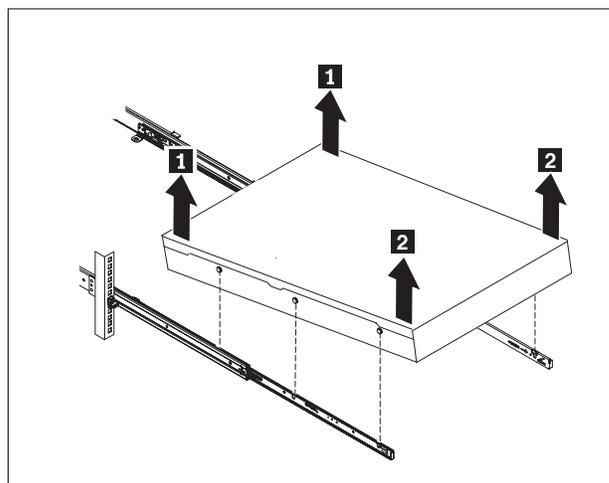

Figura 21. Levantando el dispositivo de los rieles deslizantes
2. Levante el dispositivo de los rieles deslizantes, como se muestra en la Figura 21 en la página 55.